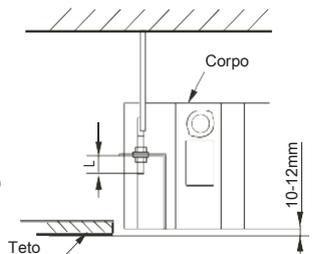

Fig.5-6
- Ajuste a posição para garantir que os espaços entre a carroçaria principal e os quatro lados do telhado se mantêm iguais. A parte inferior da unidade deve estar cerca de 10~12 mm dentro do teto (ver Fig. 5-6).